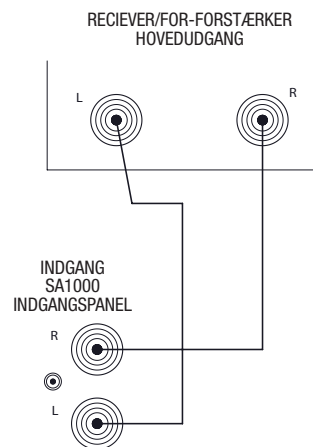

Fig. 5
1. Forbind et stereo RCA-kabel til venstre og højre hovedudgangene på receiveren/for-forstærkeren og til de tilsvarende indgangsstik på SA1000 bagsidepanelet, som vist i fig. 5.